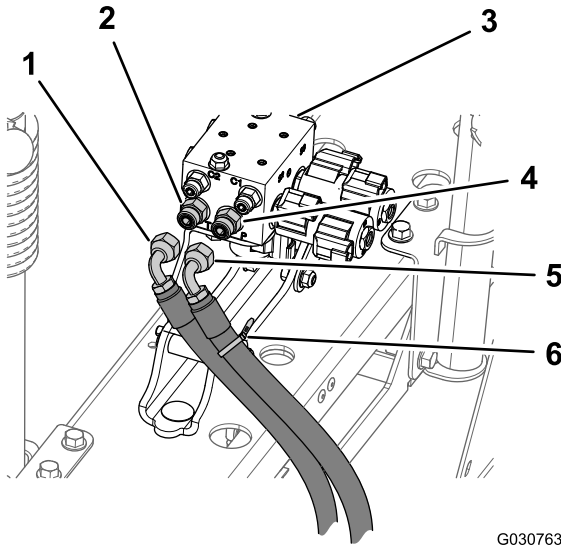

Figura 75
1. En el orificio P del distribuidor de elevación de los brazos, marque la manguera de presión hidráulica con una brida (Figura 75).
2. Desconecte las mangueras hidráulicas de presión y retorno del distribuidor de elevación de los brazos (Figura 75).